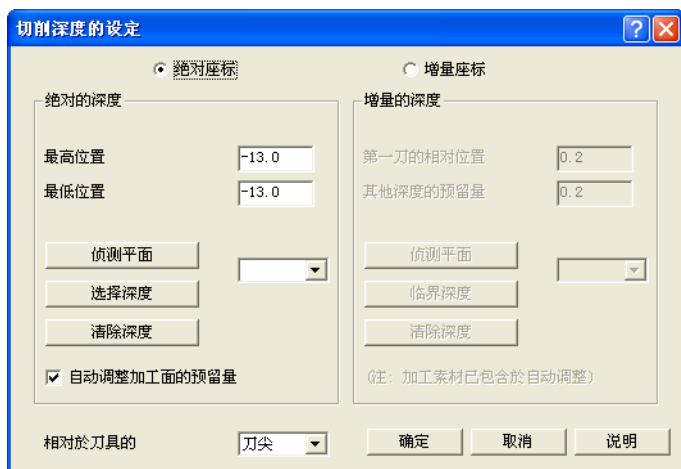

图 7-22 步骤 2) 切削深度设定
2) 复制步骤 1), 将进给率改为 800, 下刀速率: 400, 设定加工的曲面/实体预留量: 0, 在“粗加工参数”选项卡, 单击“切削深度”, 点选“绝对坐标”, 设定最高位置: -13.0、最低位置: -13.0, 勾选“自动调整加工面的预留量”, 其余参数均默认, 如图 7-22 所示。